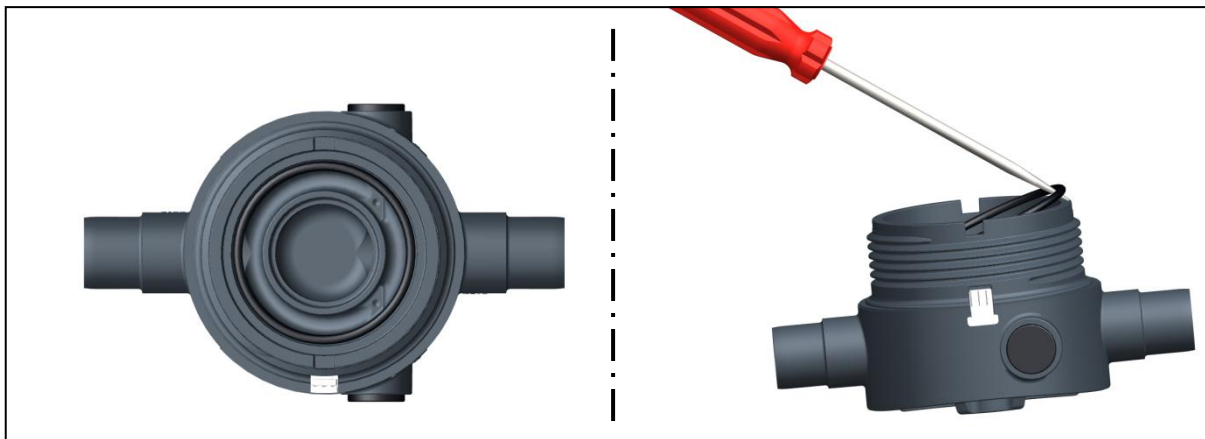

Fig. 10
- ▶ Extraire les 2 joints toriques de la partie inférieure, voir Fig. 10.